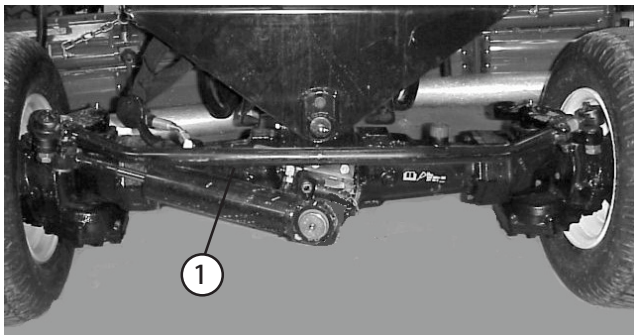

図 70
- 両方のタイ・ロッドの端についているクランプをゆるめる (図70)。